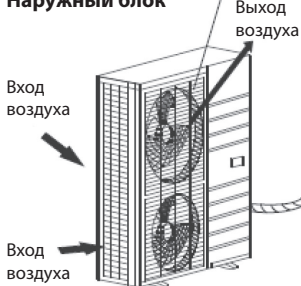

Рис.3.1
- При управлении инфракрасным пультом необходимо направить его на приемник сигнала проводного пульта или на панель управления внутреннего блока (см. рис.3.1)